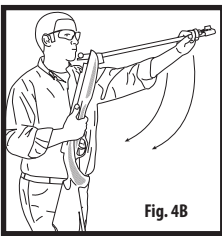

Fig. 4B
- Rápida y firmemente, tire del extremo de la boca del cañón hacia abajo lo más posible para acoplar la acción (Fig. 4B).